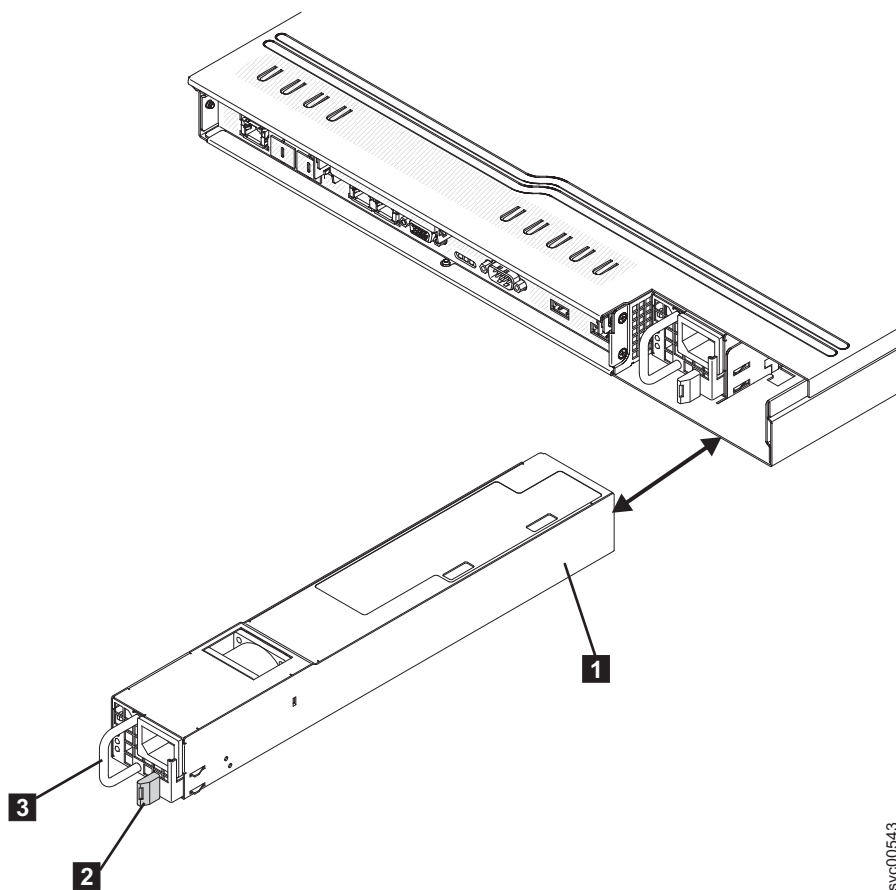

図 155. SAN ボリューム・コントローラー 2145-CG8 または 2145-CF8 電源機構
2. 電源機構の背面のハンドルをつかみ、187 ページの図 155 に示すように、所定の位置でカチッと音がするまで、電源機構を前方にスライドさせてノードに完全にはめ込みます。電源機構が電源機構コネクタにしっかり接続されたことを確認します。